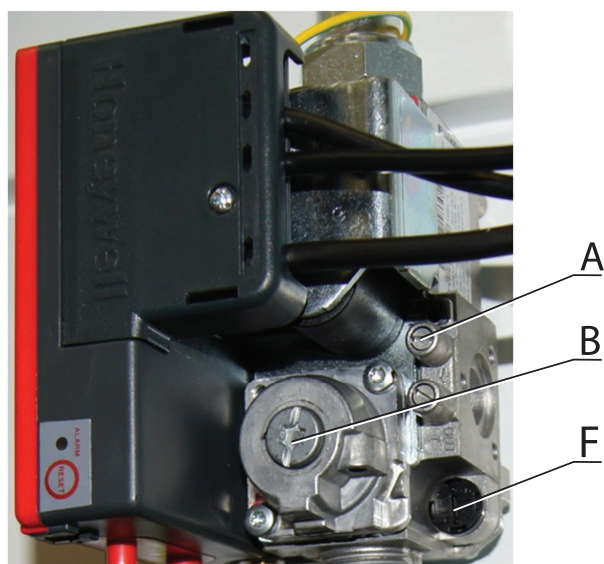

рис. 2.
1. Подключите манометр к штуцеру замера давления (позиция «А» *рис. 2*).
3. Снимите защитный колпачок «В» (*рис. 2*).
4. Снимите защитный колпачок «F» (*рис. 2, 4*). Используя отвертку, поверните переключатель розжига «STEP» в положение для нужного типа газа. Установите защитный колпачок.